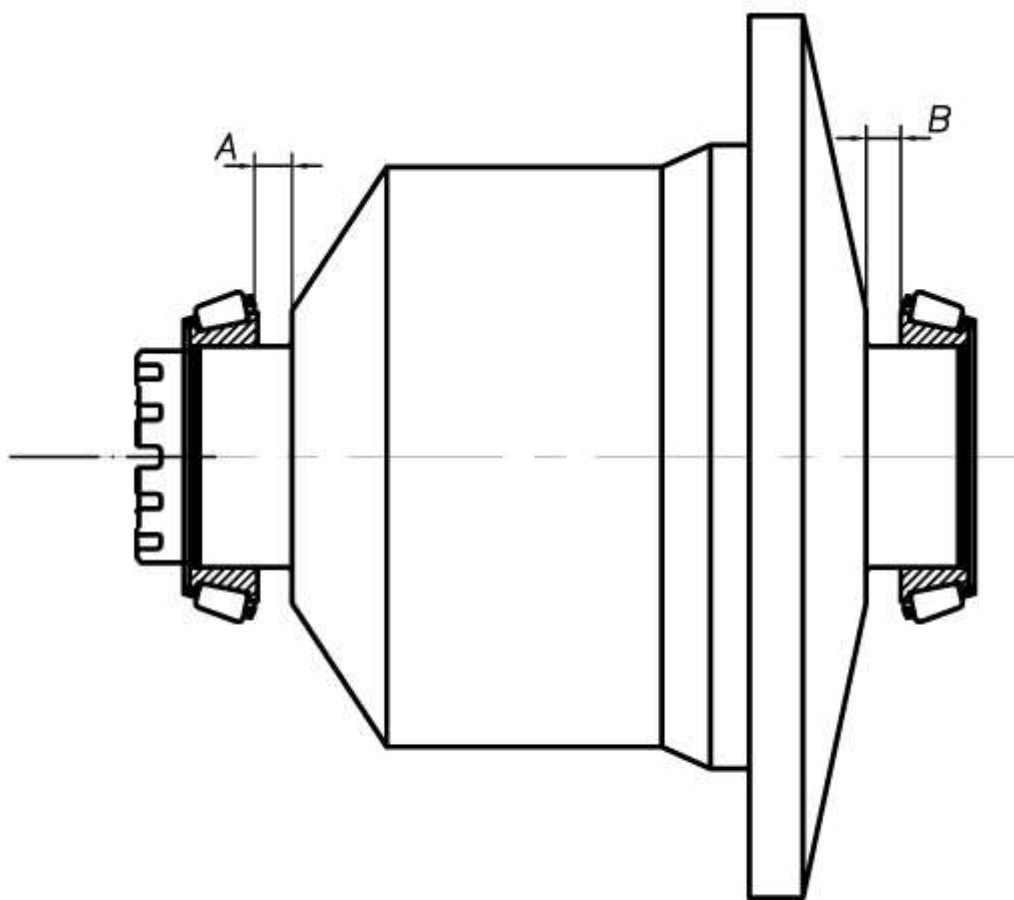

Рис. 1.
1.3. Вновь отверните болты, снимите крышку, выньте из картера дифференциал и щупом замерьте зазоры (А и В рис.1) между торцами внутренних колец подшипников и коробкой сателлитов.